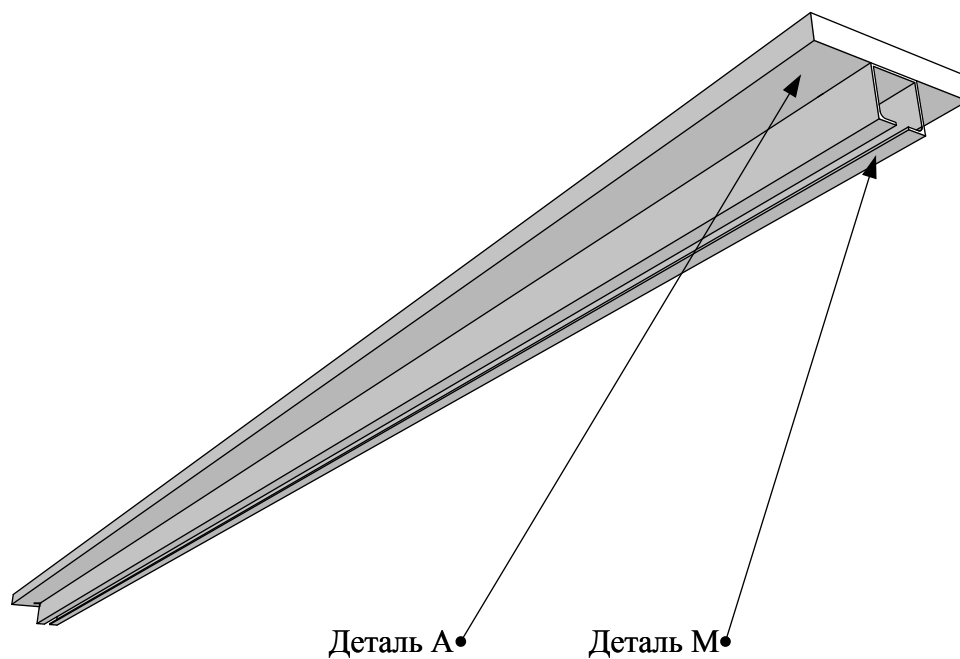

Рисунок 3
1. Взять верхний элемент (деталь А) с присоединённой верхней направляющей (деталь М)(Рис.3).